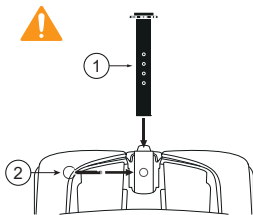

Abbildung 11
2. Ändern Sie die Position des Sitzpfostens und setzen Sie den Sicherheitsstift wieder ein (siehe **Abbildung 11**).